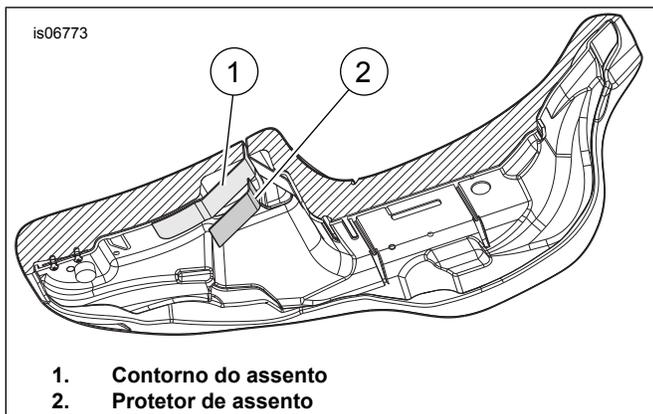

Figura 4. Parte inferior do assento
13. Ver a Figura 4. Tome nota da forma da superfície que o protetor do assento (2) irá cobrir e molde-o delicadamente para melhor se adaptar aos contornos do assento (1).